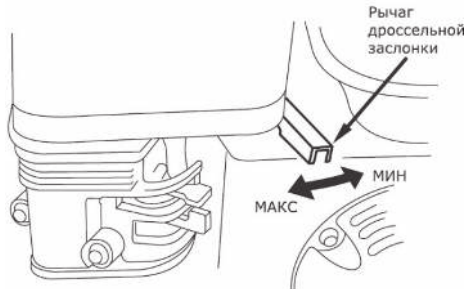

Рис. 9
5. Поверните рычаг дроссельной заслонки на  $\frac{1}{3}$  хода в сторону положения «**Макс**» (Рис. 9).